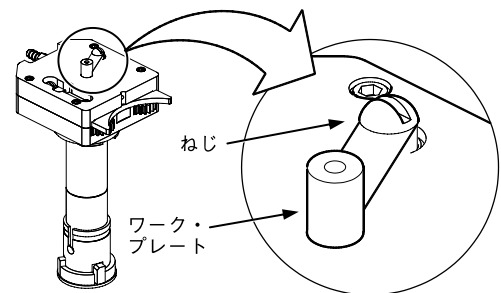

図 33：ワーク・プレートおよびねじを検査する
12. ワーク・プレートねじが締め付けられていること、過度の酸化が生じていないことを確認します。図 33 をご参照ください。必要であれば目の細かい研磨パッドを使用して、ワーク・プレートのクリーニングを行います。